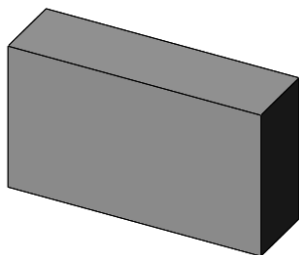

图 4-44 实体模型
- [1] 打开初始文件“Z4L5.prt”, 实体模型如图 4-44 所示。